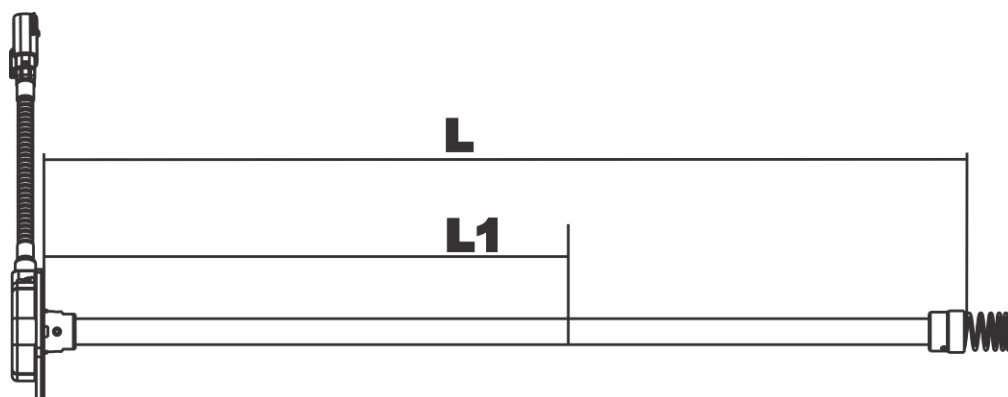

Рис. 2.9 Обрезка длины ДУТ
2. На рабочей длине изделия L отмерьте измерительной линейкой длину L1, равную глубине бака и вычитите 20 мм (рис. 2.9).